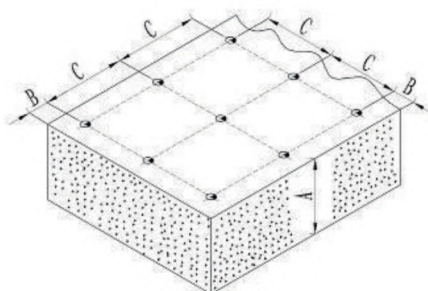

Figura 15
7.1. Requisitos de instalação (figura 15)